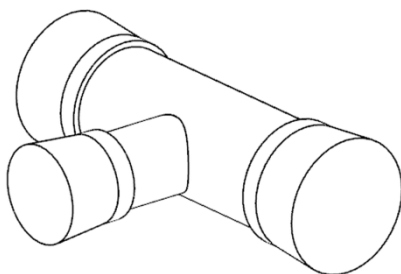

图 6-34 设定第 2 层为工作图层，只显示抽芯
(59) 选取“菜单 | 格式 | 图层设置”命令，设定第 2 层为工作图层，并关闭其他图层，只显示抽芯，如图 6-34 所示。
(60) 选取“菜单 | 格式 | 图层设置”命令，显示所有图层。
(61) 在“装配导航器”中选“☒santong_core_006”→单击鼠标右键→选“WAVE”→选“新建级别”，选取型芯零件，“名称”设为“santong_core”。
(62) 单击“确定”按钮，创建第一个下层文件。